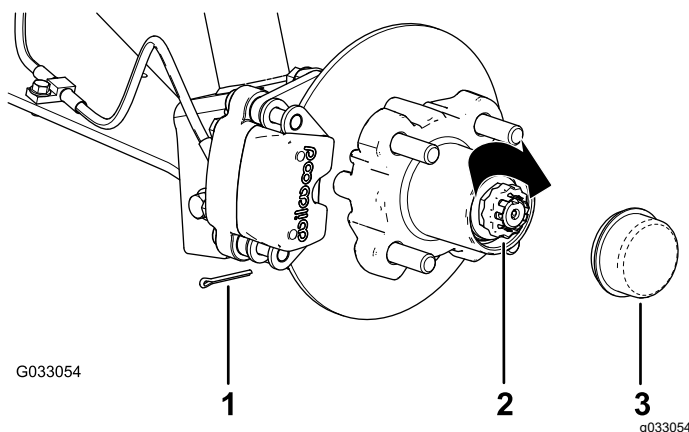

Figura 35
8. Coloque el retén sobre la tuerca y compruebe la alineación de la ranura del retenedor y el orificio de la chaveta del eje (Figura 35).
9. Instale la chaveta y doble las patas alrededor del retén (Figura 35).
10. Instale el tapón guardapolvo sobre el cubo (Figura 35).